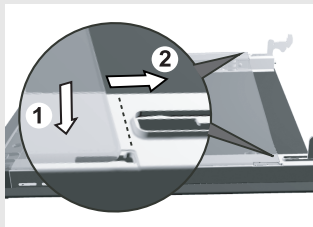

рис. 3
Для включения пиролитической очистки нажмите сенсор  (R) (рис. 1). По умолчанию установлен режим P2. На температурном дисплее I отобразится P2 (рис. 2), на дисплее D отобразится соответствующая продолжительность очистки «2.00» (рис. 3).
- Вставьте стекло в паз в верхней части дверцы и продвиньте вперед (рис. 3).